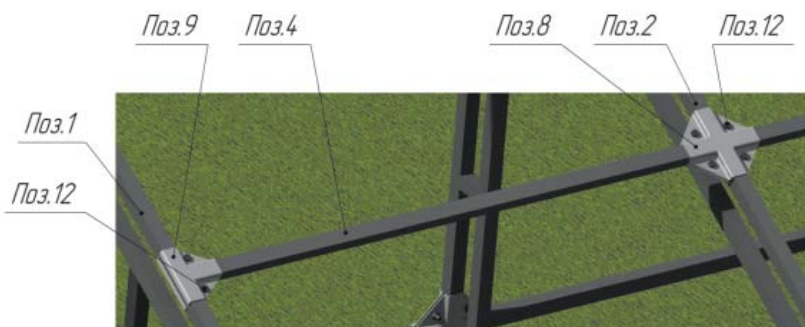

Рисунок 13 – Монтаж стоек на брусья
5. Соединить обе полученные конструкции стяжкой (Поз.4) путем вставки поочередно обоих ее торцов в крепление-спайдер «Х-образный» (Поз.8) и крепление-спайдер «Т-образный» (Поз.9) с последующей затяжкой (рис. 13).